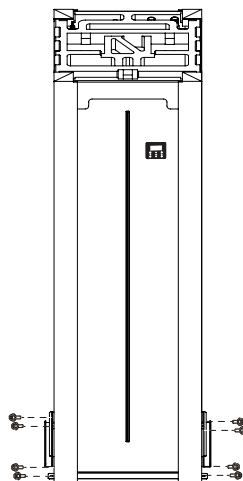

Fig. 2-5
- Scoateți cele 8 șuruburi ale tablei și îndepărtați tabla (consultați Fig. 2-5).